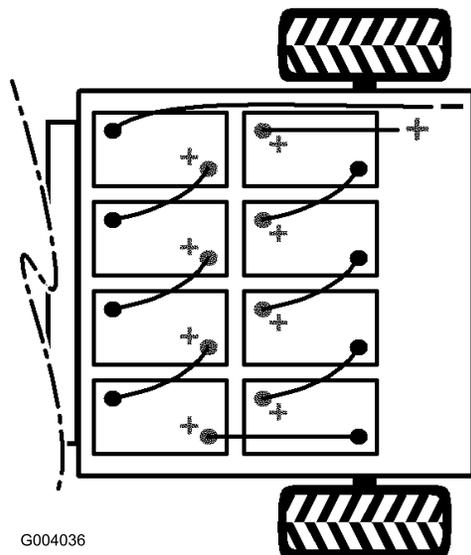

Figura 6
4. Instale las baterías (Figura 6).
**Nota:** Preste atención a la polaridad de las baterías al instalar las baterías nuevas (Figura 6).
6. Conecte las baterías entre sí con los cables que se incluyen con las piezas sueltas (Figura 6).
7. Apriete el perno y sujete el otro extremo de la fijación con otro perno (5/16 x 3/4 pulgada) y una tuerca con arandela prensada (5/16 pulgada) (Figura 6).
8. Conecte el cable rojo largo (positivo) entre el banco de baterías y la máquina (Figura 6).
9. Conecte el cable negro largo (negativo) entre el banco de baterías y la máquina (Figura 6).